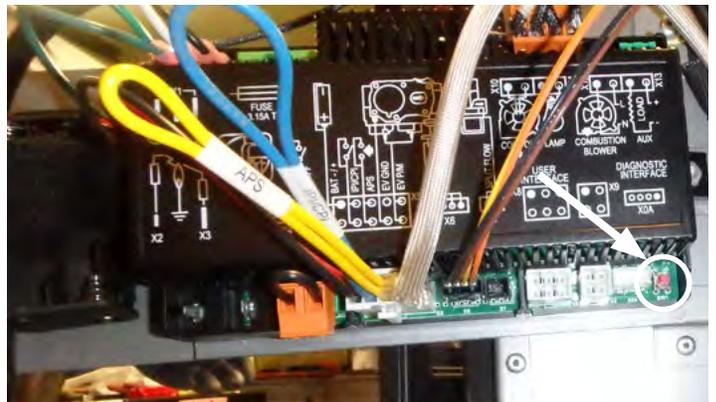

Figure 20.9.09: Bouton de synchronisation de la télécommande
Étape 12 : Synchronisez la télécommande du foyer avec le nouveau panneau de contrôle. Voir **Section 19.5** et **Figure 20.9.09**.